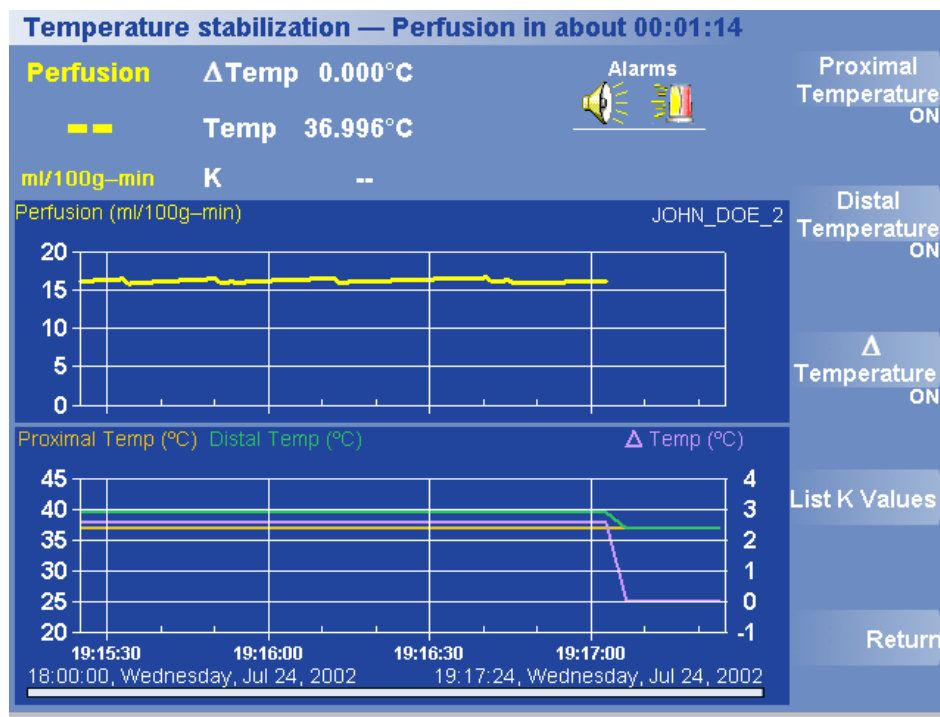

Figura 37. Menu Seleccionar Traçados
1. Prima Opções > Ver Dados > Seleccionar Traçados e Lista K. Aparece o menu Select Plots (Seleccionar Traçados) (Figura 37).